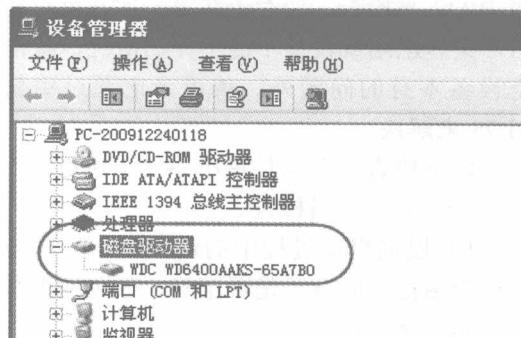

图 1-6 设备管理器中检测到的硬盘
1) 硬盘能否被系统正确识别，识别到的硬盘参数是否正确，如图 1-6 所示。